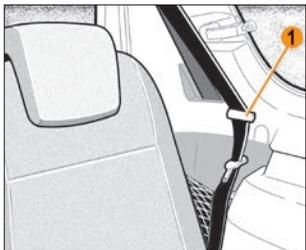

Рис. 2.3.4. Крючок для фиксации ремня безопасности (в варианном исполнении)
- пропустите ремни безопасности через крючки **1** (рис. 2.3.4);